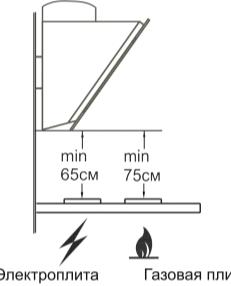

рис. 1
- 1.2 Вытяжку устанавливайте на высоте, как показано на рис. 1.
- 4.7 Устанавливайте кухонную вытяжку над плитой в соответствии с рис. 1.
- разметьте линию установки нижней части вытяжки над плитой (рис.1);